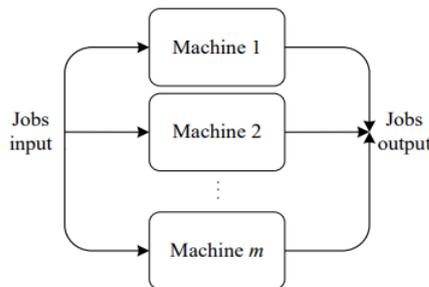

Figura 1.2 Esquema Parallel Machines (Framinan et al., 2014).
- Máquinas en paralelo (Parallel Machines), cuyo esquema se muestra en la Figura 1.2